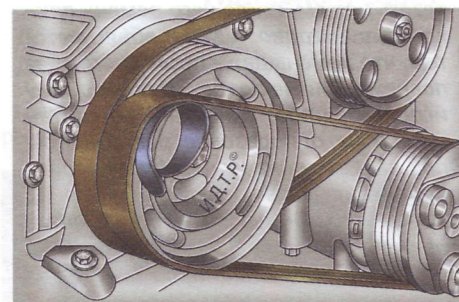

Рис. 4.12. Монтаж ремня привода компрессора кондиционера на шкив коленчатого вала
9. Проворачивайте коленчатый вал двигателя по часовой стрелке за болт крепления его шкива, одновременно направляя ремень в ручей шкива (рис. 4.12) до момента надевания ремня на шкив (в этот момент натяжение ремня ослабнет).